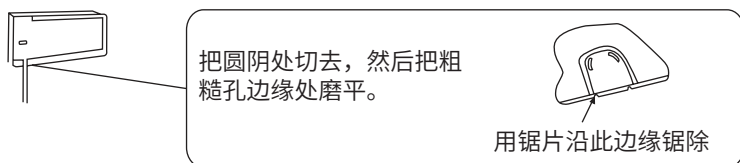

图11
- ① 当墙洞在室内机后面时，直接管路一起穿出墙洞；
- ② 若墙洞在室内机两侧或下方，应将如图11所示的面框上对应位置部位切除，然后将管路塞进去，然后穿出墙洞。